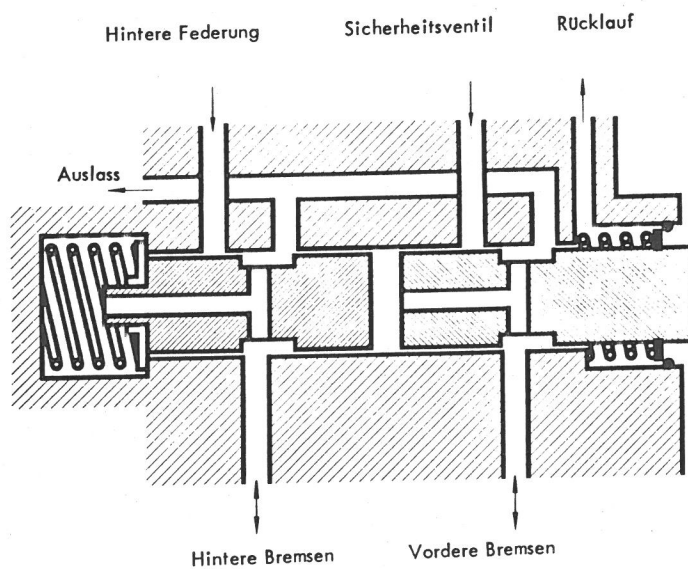

Fig. 28. Snit gennem bremseventilblokken.
3. Beskrivelse og funktion af bremseven- tilblok (fig. 28).